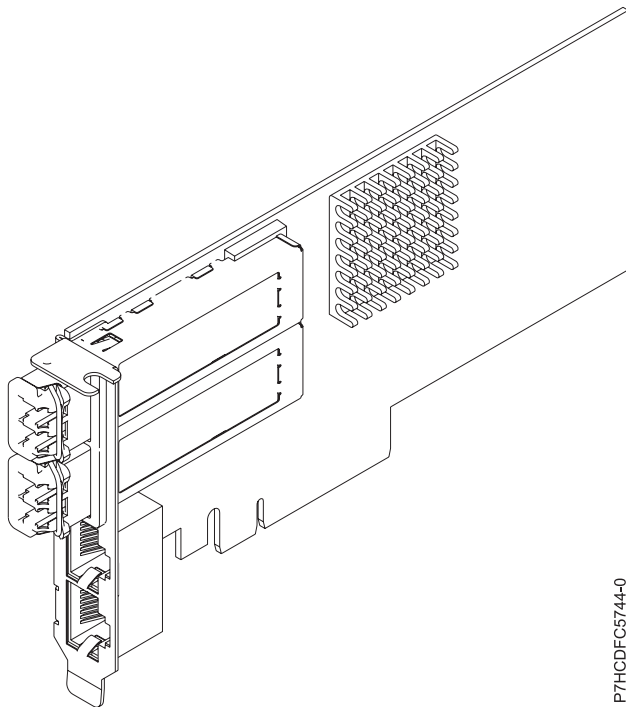

Figure 35. Carte PCIe2 2x10GbE SR 2x1GbE UTP
La carte PCIe2 2x10GbE SR 2x1GbE UTP est une carte PCI Express de génération 2 quatre ports Ethernet à connexion unifiée avec une interface de bus hôte PCI Express 2.0. Cette carte est optimisée pour l'informatique en nuage, la virtualisation, le stockage et les autres applications de centre de données. Cette carte comporte deux ports Ethernet 10 gigabits et deux ports Ethernet 1 gigabit. Les deux ports émetteurs-récepteurs SR (single root) SFP+ (small form-factor pluggable) 10 gigabits sont utilisés pour la connexion avec les autres serveurs ou commutateurs du réseau. Chaque port SFP+ (SR) fournit une connectivité Ethernet avec un débit nominal de 10 Gbps (gigabits par seconde) et utilise des câbles twinax SFP+ en cuivre pouvant atteindre une longueur maximale de 5 mètres. Chaque port RJ45 fournit une connectivité Ethernet avec un débit de 1 Gbps. Les fonctions d'agrégation de liaisons et de reprise en ligne de la carte sont idéales pour les applications réseau critiques qui nécessitent redondance et haute disponibilité. La figure 35, à la page 124 présente la carte FC 5745.